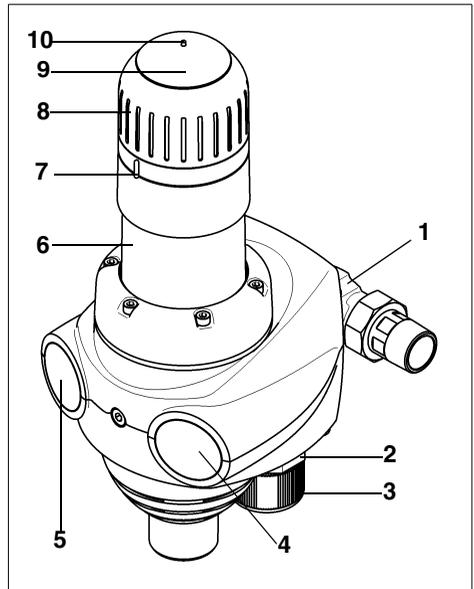

Abb. 6: Funktionsbeschreibung
Während dieses Vorgangs reinigen die Saugrüssel nicht nur das Siebgewebe des Feinfilters, sondern mit einer Gummilippe auf ihrer Außenseite auch die transparente Filterglocke (6) (siehe Abb. 6).